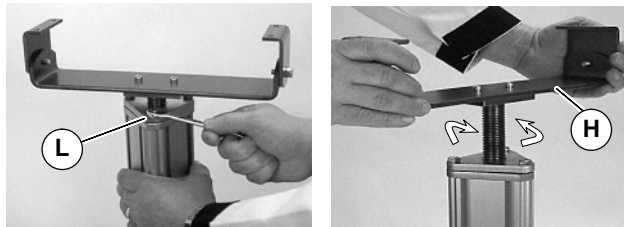

Figure 6
- Drei Schrauben am Stand lösen (L siehe Abb. 6). Förderbandstütze einstellen (H).
- Die Gegenmuttern lösen (M siehe Abbildung 6). Die Fußstützen auf waagrechten Stand einstellen (N).